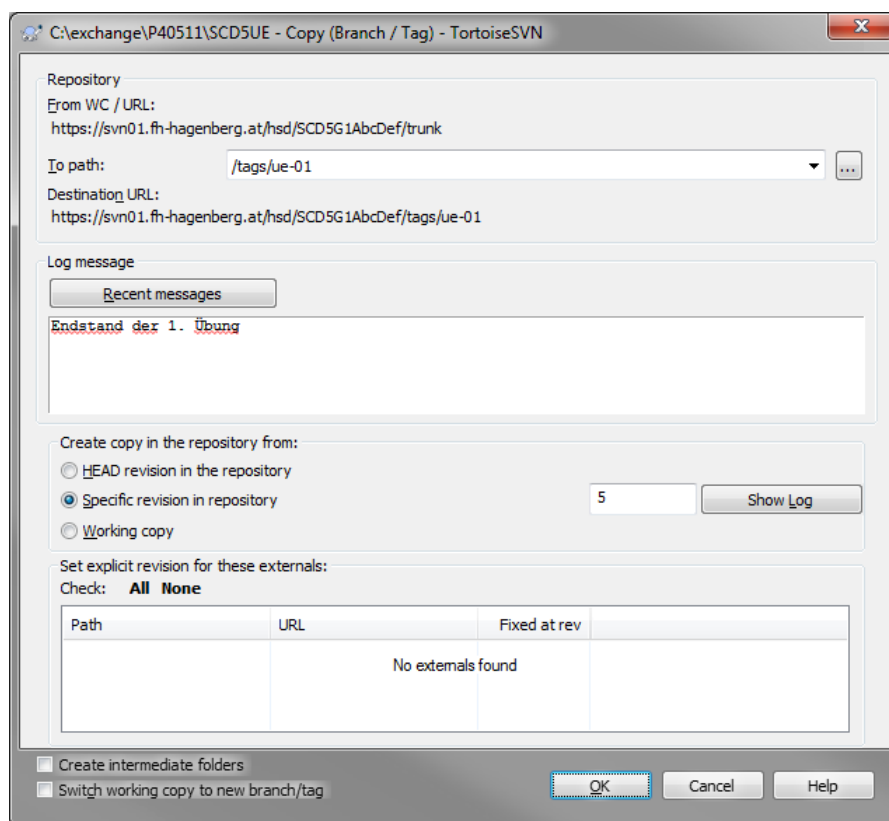

Abbildung 5: Subversion: Erstellen eines Tags
- Erstellen Sie einen Tag mit dem Namen /tags/ue-01 von ihrer Working-Copy. Wenn Sie *TortoiseSVN* nutzen, können Sie dazu den Menüpunkt „TortoiseSVN → Branch/tag...“ im Kontextmenü des Windows Explorer verwenden (siehe Abb. 5). Alternativ können Sie den Befehl